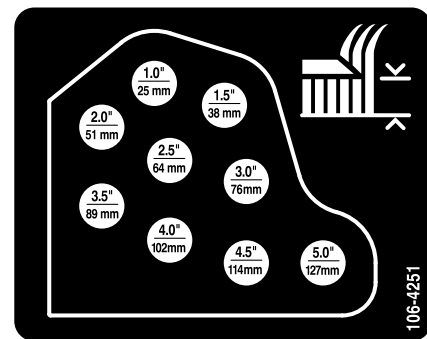

Bild 24
- Montieren Sie die Schnitthöhenketten im gewünschten Schnitthöhenloch und befestigen Sie sie mit dem Splint und dem Lastösenbolzen (Bild 24).